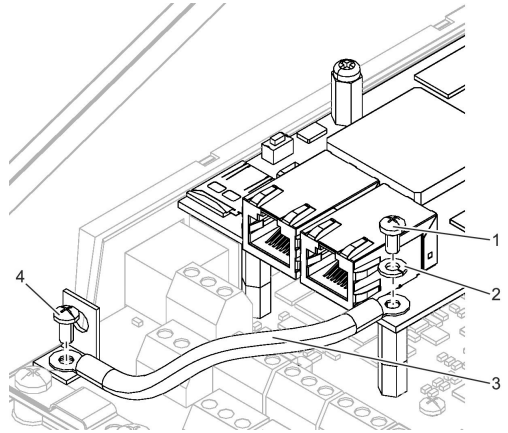

Abb. 10: Erdungsband montieren
6. ▶ Erdungsband (Abb. 10/3) mit Federscheibe (Abb. 10/2) und Befestigungsschraube (Abb. 10/1) an Erweiterungsmodul EM-IP befestigen.
7. ▶ Anderes Ende des Erdungsbands (Abb. 10/3) mit Befestigungsschraube (Abb. 10/4) an Erdungsanschluss der Grundplatine befestigen.